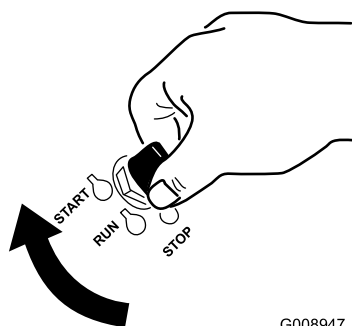

Figure 14
1. Tournez la clé de contact à la position de démarrage (Figure 14).